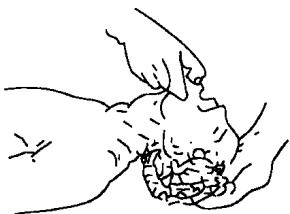
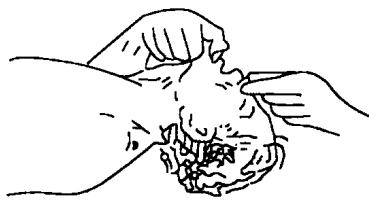
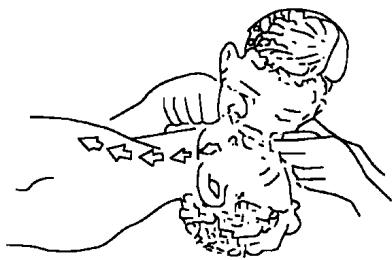
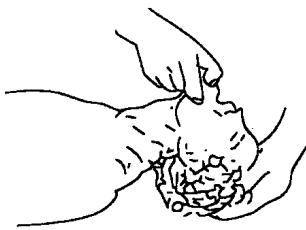

图 1-6 头部后仰
图 1-7 捏鼻掰嘴
图 1-8 贴紧吹气
图 1-9 放松换气
1) 吹气时要捏紧触电者的鼻孔，紧贴其嘴巴，使其不会漏气，放松时应能使触电者自动呼气，操作示意如图 1-6、图 1-7、图 1-8 和图 1-9 所示。